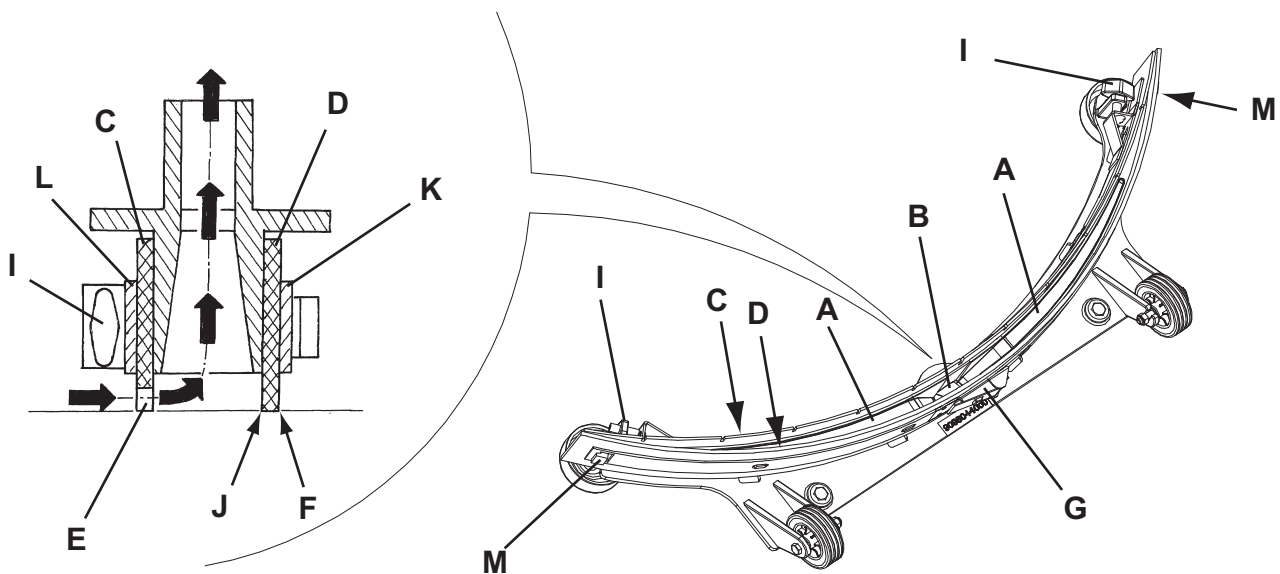

Abbildung 5
1. Die Sauglippe (Abb. 5) reinigen, und dabei wie angegeben im vorhergehenden Abschnitt vorgehen.
2. Überprüfen, ob die Fugenkante (E, Abb. 5) des vorderen (C) und die Fugenkante (F) des hinteren Gummis (D) gleichzeitig in ihrer gesamten Länge auf dem Fußboden aufsitzen. Andernfalls Höhe wie folgt einstellen:
- Zugstange (G) entfernen, Haltevorrichtungen (M) lösen und hinteren Gummi (D) einstellen. Haltevorrichtungen einrasten und Zugstange einbauen.
- Sterngriffe (I) lösen und vorderen Gummi (C) einstellen. Sterngriffe wieder festdrehen.
3. Überprüfen, ob der vordere (C) und der hintere Gummi (D) unversehrt sind und keine Schnitten oder Risse aufweisen, gegebenenfalls wie folgt austauschen. Überprüfen, ob die Vorderkante (J) des hinteren Gummis verschlissen ist. Gegebenenfalls Gummi umdrehen und eine der drei unversehrten Kanten als Vorderkante verwenden. Sind auch die anderen drei Kanten abgenutzt, Gummi wie folgt austauschen:
- Zugstange (G) entfernen, Haltevorrichtungen (M) lösen, Haltestreifen (K) abnehmen und hinteren Gummi (D) umdrehen/austauschen. Gummi in umgekehrter Reihenfolge einbauen.
- Sterngriffe (I) aufdrehen, Haltestreifen (L) abnehmen und vorderen Gummi (C) austauschen. Gummi in umgekehrter Reihenfolge einbauen.